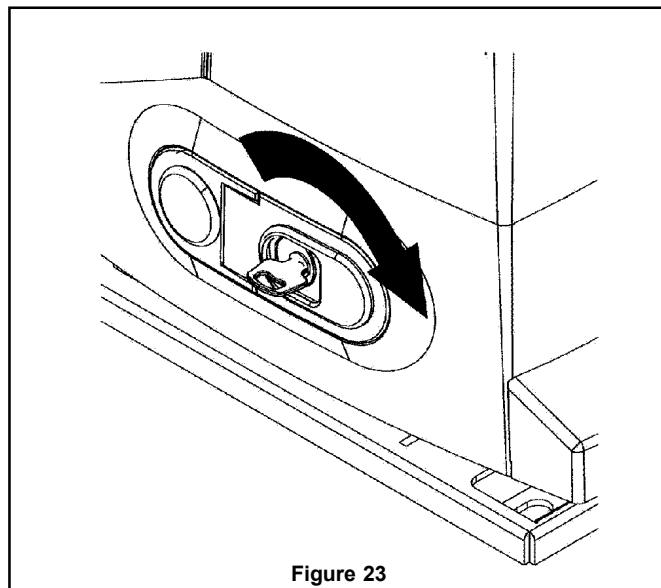

Figure 23
- b) Introduire la clé dans la serrure (fig. 23) et la tourner à droite à 90°; le portillon de déblocage se débloque.